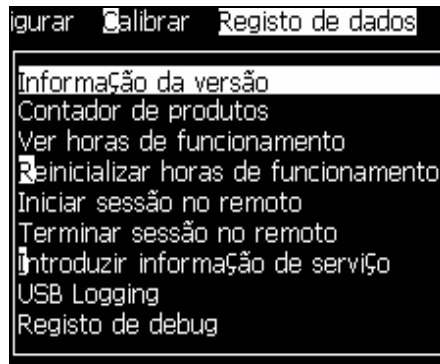

Figura 4-14: Menu Registro de dados
O menu *Registro de dados* (veja Figura 4-14) dá acesso aos dados de funcionamento da impressora e permite o acesso remoto aos mesmos.
- 1 Abra o menu *Registro de dados* (veja Figura 4-14 na página 4-10).